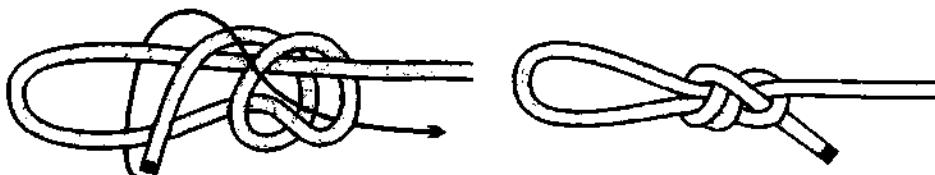

Рис. 382. **Скользящий стивидорный узел**.
**Скользящий стивидорный узел** очень крепкая и надёжная затягивающаяся петля (рис. 382). **Скользящий стивидорный узел**, в отличие от **скользящей удавки** – тоже **стивидорного узла**, очень туго обжимает коренной конец.